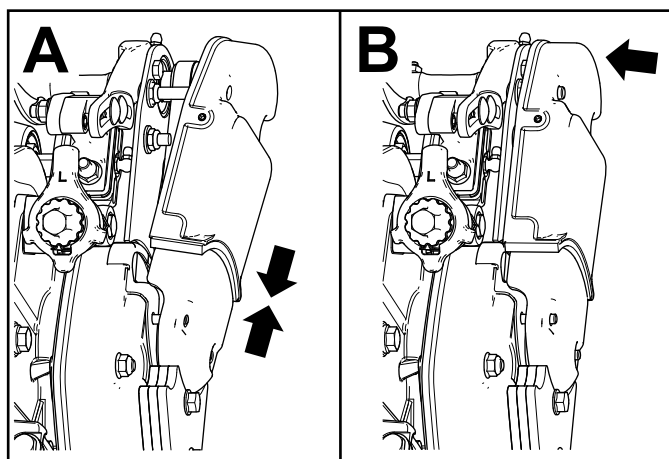

**Figura 8**
4. Limpie cualquier suciedad o aceite de la cubierta delantera (Figura 8).
5. Aplique la tira de desgaste a la cubierta delantera, según se muestra en Figura 8.